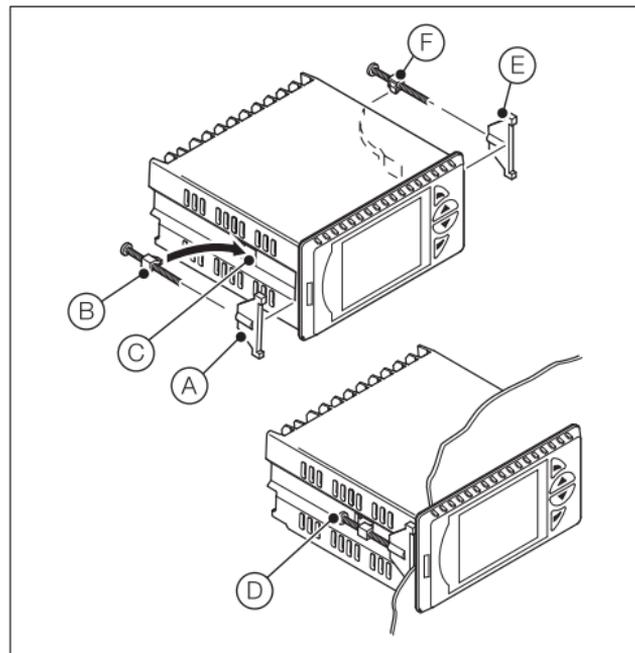

Fig. 4.8 Dettagli di montaggio – Indicatore CM15
3. Fare riferimento alla fig. 4.8:
- a. Posizionare il morsetto del pannello superiore (A) sul lato anteriore superiore della custodia contro il pannello.
- b. Posizionare l'ancoraggio del morsetto del pannello (B) nella fessura (C).
- c. Serrare la vite di ancoraggio del morsetto del pannello (D) fino a fissare il morsetto del pannello (A) contro il pannello (coppia 0,1 Nm [0.9 lbf/in.]).